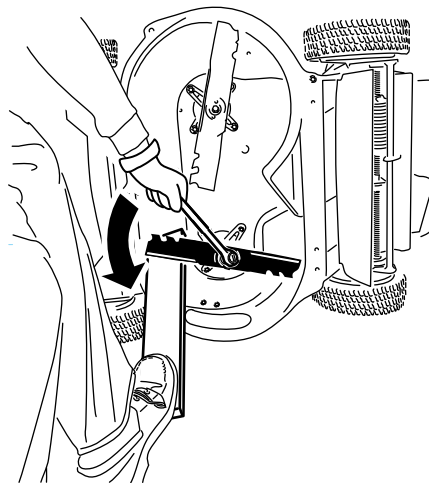

Figure 31
1. Utilisez un bloc de bois pour immobiliser chaque lame et tournez le boulon de lame dans le sens antihoraire, comme montré à la Figure 31.